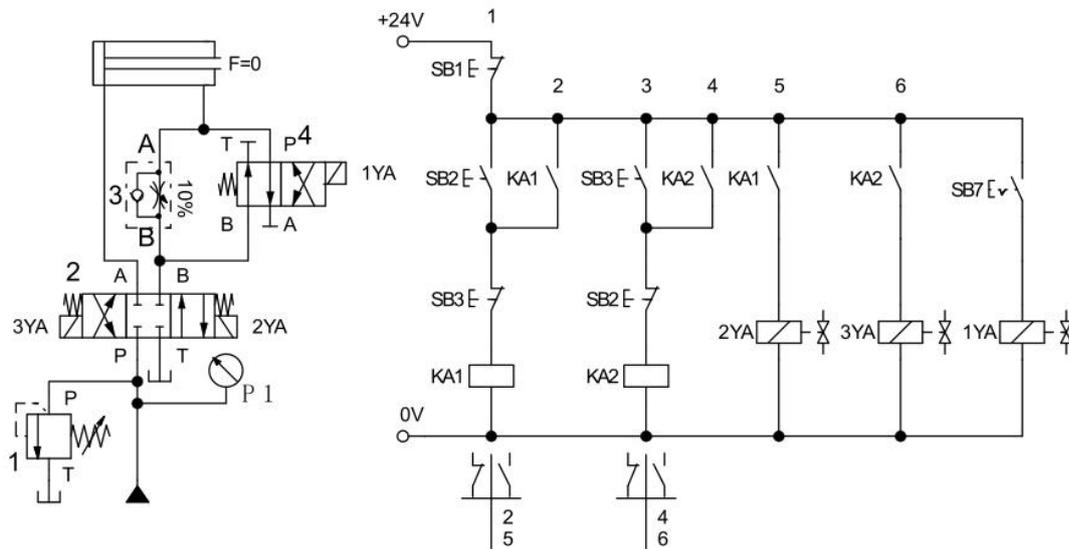

图 H1-1-4 调速阀短接调速回路的液压回路和电气控制线路图
(1) 任务描述：在液压实训系统中调速阀的短接搭建实现快进和工作进给的调速回路，液压回路和电气控制线路如下图H1-1-4 所示。